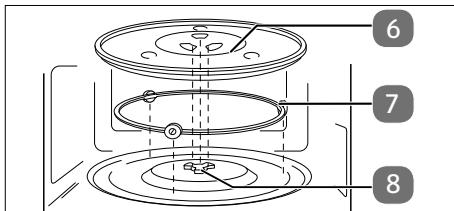

Fig. 3 – Inserimento del piatto girevole in vetro
- ▶ Non mettere in funzione il forno a microonde senza prima aver inserito correttamente il piatto girevole in vetro (6).
- ▶ Verificare che l'albero di trasmissione (8) si inserisca correttamente nella rientranza nel fondo del vano cottura e che le alette appoggino in piano sul fondo. Se necessario, ruotare l'albero di trasmissione (8) finché non scende nella posizione corretta.
- ▶ Inserire l'anello girevole (7) nell'incavo del vano di cottura, quindi posizionare il piatto girevole in vetro (6) sopra l'albero di trasmissione (8) del piatto girevole in posizione centrata (vedere la "Fig. 3 – Inserimento del piatto girevole in vetro"), in modo che le barre del piatto girevole in vetro (6) poggiino tra le alette dell'albero di trasmissione.